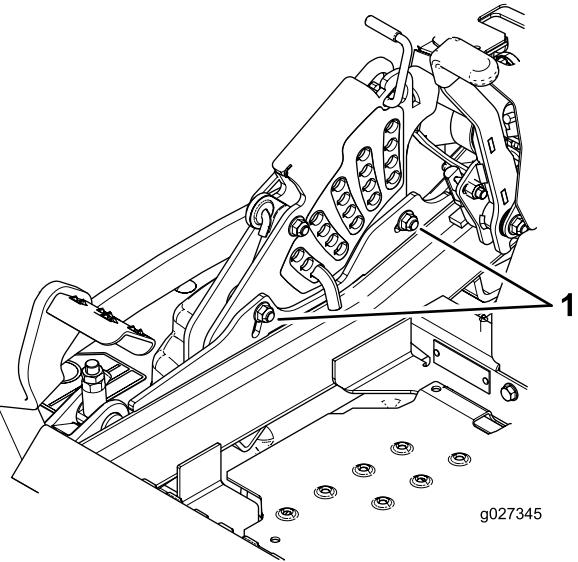

Figura 105
10. Para ajustar el sistema de ajuste de un solo punto, afloje los 2 pernos situados cerca del borde inferior de la pletina de altura de corte (Figura 105).
12. Apriete los 2 pernos en el borde inferior de la pletina de altura de corte (Figura 105).